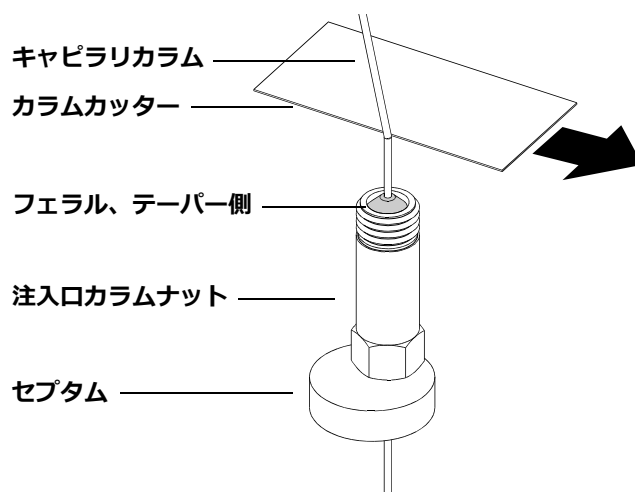

図2 キャピラリカラムの取り付け準備
- 2 清潔な手袋を着用して、セプタム、カラムナットおよびコンディショニングされたフェラルの順でカラムに通します（図 2）。フェラルのテーパー側を上に向けて通します。